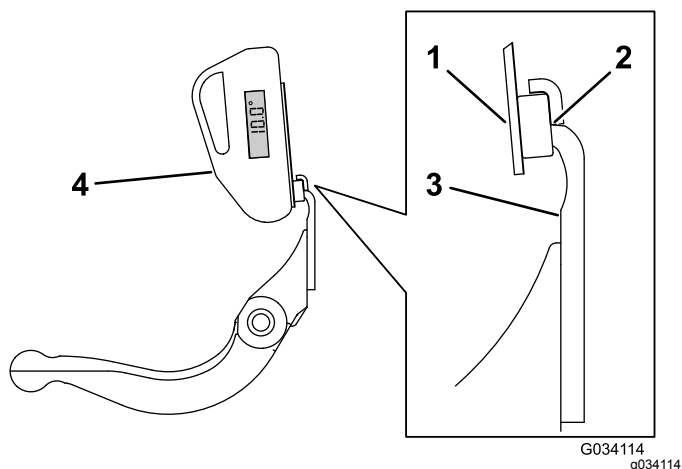

Figura 28
3. Posizionate il supporto del goniometro sul bordo della controlama, in modo che il bordo del magnete corrisponda a quello della controlama (Figura 28).
4. Posizionate il goniometro sul supporto, come illustrato nella Figura 28.